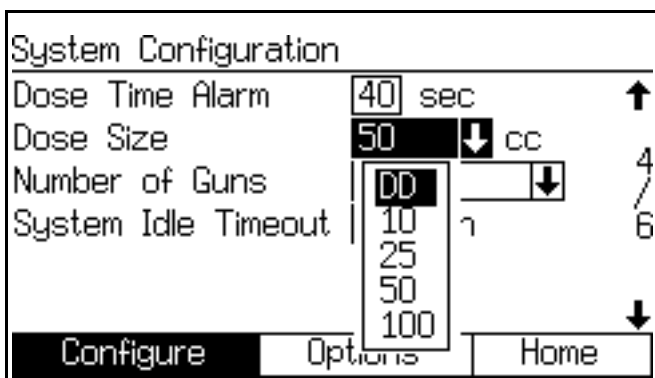

FIG. 107. Pantalla de configuración 4, dosificación dinámica seleccionada
2. Desplácese hasta la pantalla de configuración del sistema 4. Seleccione la opción "DD" en el menú desplegable "Tamaño de dosificación". FIG. 107.